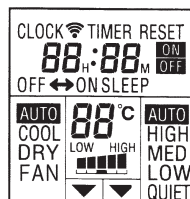

Fig. 8
**㉙ Quadrante delle indicazioni del telecomando (Fig. 8)**